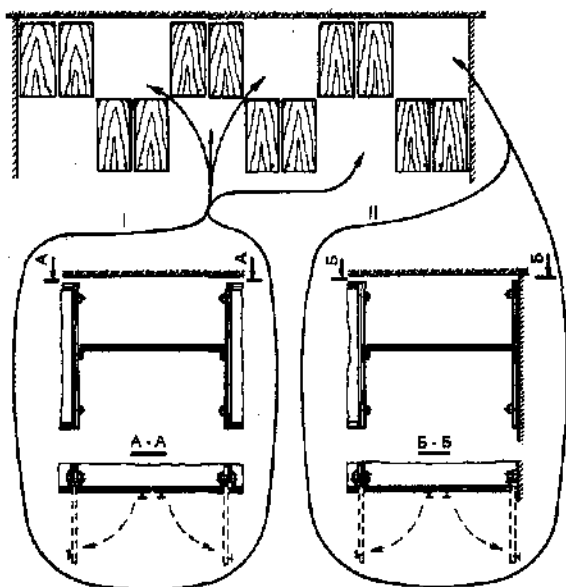

Рис. 211. Сотовая структура. «Заполнение сот» между шкафчиками (I) и между шкафчиками и стеной (II)
сотовая конструкция с «бесплатными» дополнительными объемами-нишами (рис. 211). Причем сотовую конструкцию можно смастерить на первых порах, а затем, со временем, «заполнить соты». И сделать это можно следующим образом.
**Упрощенный вариант шкафчика.** Вариант первый — между шкафчиками (рис. 211, I). К стенкам шкафчиков крепим горизонтальные бруски сечением 20x30 мм и укладываем на них полки. Дверки навешиваем на петлях, закрепленных на стенках соседних шкафчиков.
Вариант второй — между шкафчиком и стеной (рис. 211, II). Одна дверка навешивается на петлях, закрепленных к стенке шкафчика, вторая — на петлях, закрепленных к бруску сечением 20x40 мм, который закреплен к стене вертикально. Полки укладываем на бруски, один из которых закреплен горизонтально к стенке соседнего шкафчика, второй — к стене.